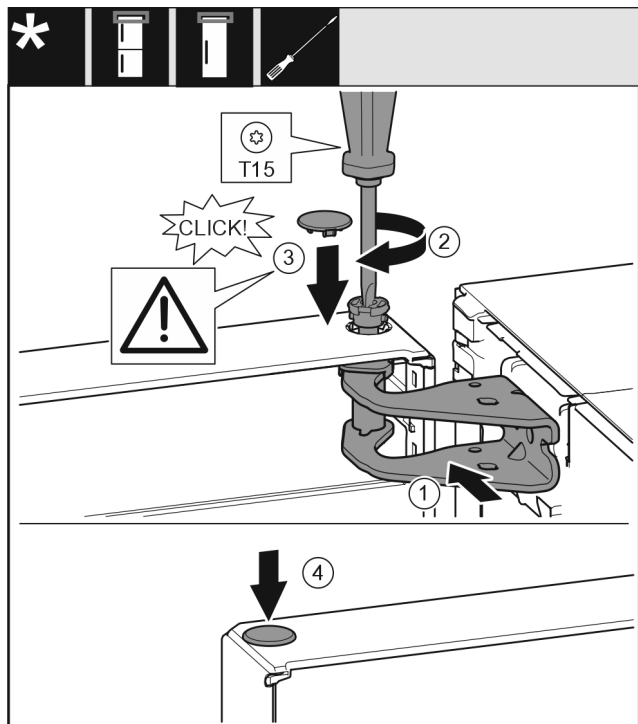

Fig. 27
- ▶ Dveře nahoře vyrovnejte s otvorem ve stojanu ložiska Fig. 27 (1).
- ▶ Vložte čep Fig. 27 (2) a pevně jej utáhněte šroubovákem.
- ▶ Nasad'te kryt Fig. 27 (3).
- ▶ Zkontrolujte, zda kryt Fig. 27 (3) doléhá na dveře.
- ▶ Nasad'te kryt Fig. 27 (4).